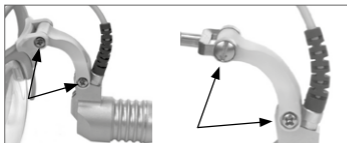

Fig. 13 Resserrage des vis
- La position de la LED MicroLight est réglable de façon entièrement libre et progressive ; pour qu'elle reste dans la position choisie, il peut être nécessaire de resserrer les vis avec un tournevis (voir Fig. 13).